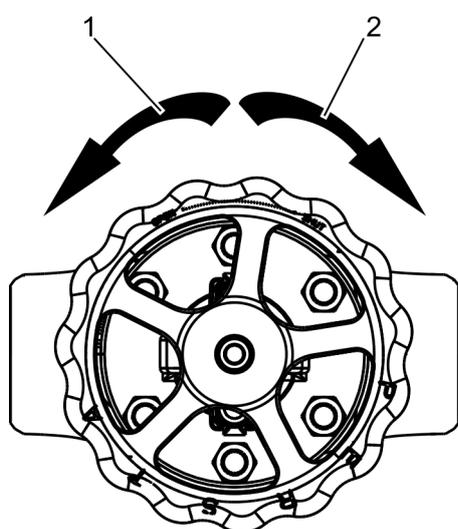

Fig. 22: Entraînement manuel :
- Rotation dans le sens horaire (Fig. 22/2) : fermer la vanne (« Shut »).
- Rotation dans le sens anti-horaire (Fig. 22/1) : ouvrir la vanne (« Open »).